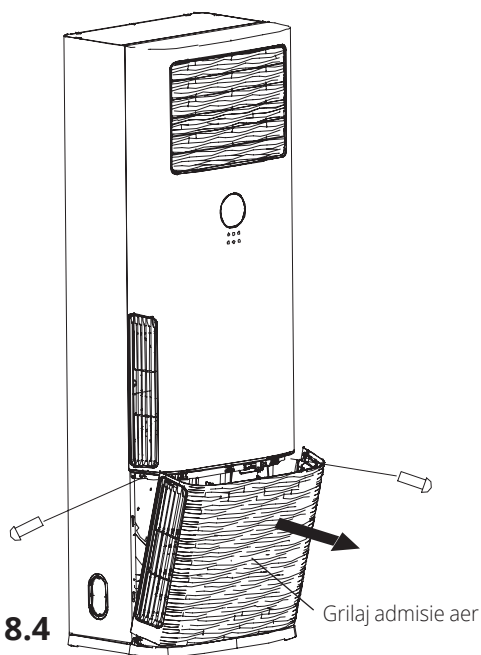

Fig. 8.4
6. Vă rugăm scoateți grilajul admisiei de aer înainte de a conecta conductele/ cablurile. Mai întâi scoateți capacul șuruburilor, apoi scoateți șuruburile de pe grilajul de admisie a aerului, apoi scoateți grilajul. (Vedeți Fig. 8.4)